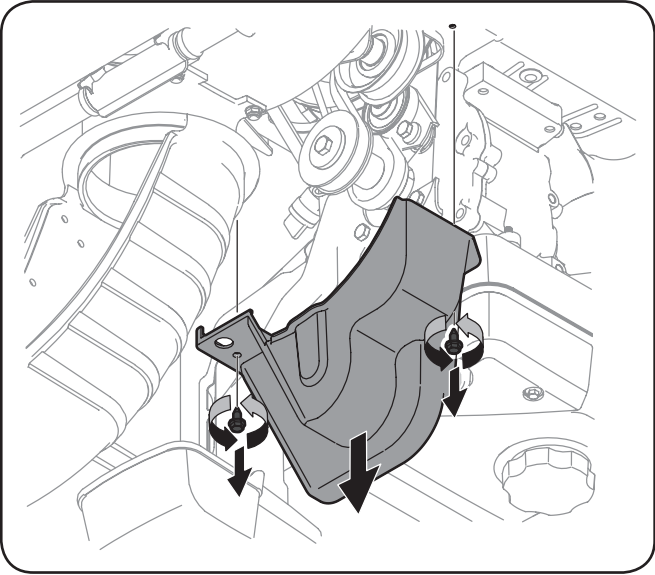

Figure 7-1
- 2. Retirez le couvre-courroie en plastique sur le devant du moteur en enlevant les deux vis auto-taraudeuses. Voir la Fig. 7-1.
- 2. Retirez le couvre-courroie en plastique sur le devant du moteur en enlevant les deux vis auto-taradeuses. Voir la Fig. 7-1.